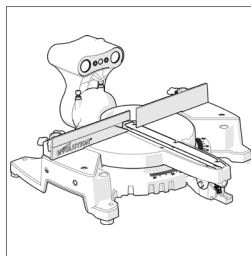

Fig. 1a
- Baza și gâtul conic. **(Fig. 1a)**